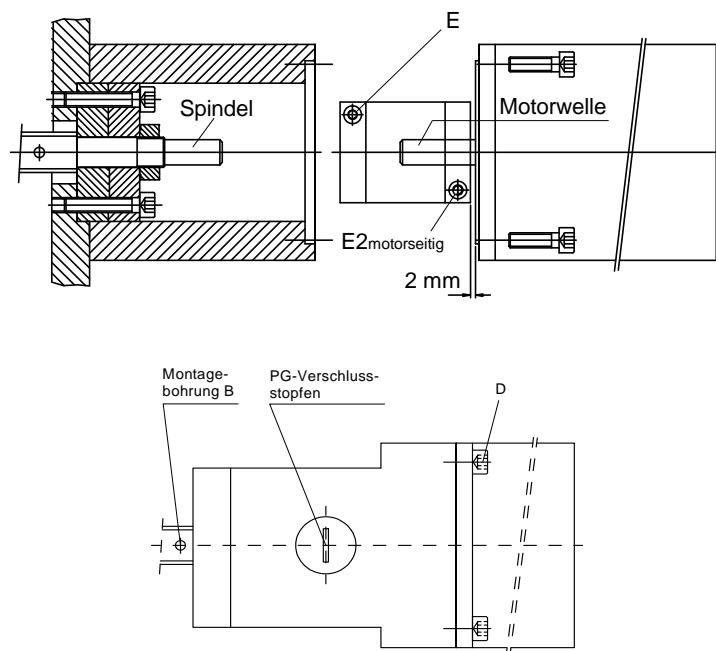

Abbildung 15: Motor bzw. Kupplung wechseln
Gehen Sie vor wie folgt, um den Motor / die Kupplung auszutauschen (siehe *Abbildung 15*):
- (1) Entfernen Sie den PG-Verschlussstopfen (siehe *Abbildung 15*, Seite 20).